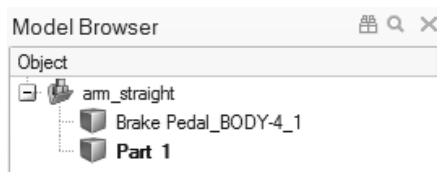

图 6-4
4) 单击浮动的创建新零件图标  Create New Part，模型浏览器中即会出现一个新零件，将所要创建的草绘放置到该新零件中，如图 6-4 所示。